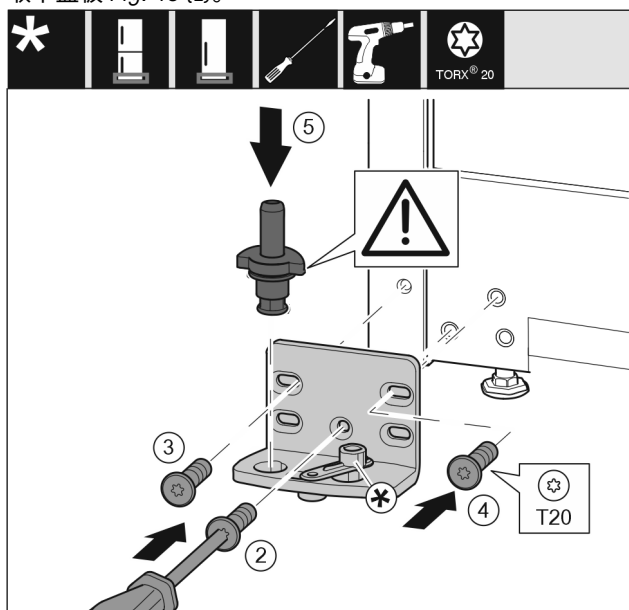

Fig. 46 *
- ▶ 将托架安装到另一侧，并借助螺丝刀旋紧。用螺钉 Fig. 46 (2) 从底部的中心开始。*
- ▶ 拧紧螺钉 Fig. 46 (3) 和螺钉 Fig. 46 (4)。*
- ▶ 将轴承螺栓 Fig. 46 (5) 完全装入。同时注意止动凸轮需指向后方。*